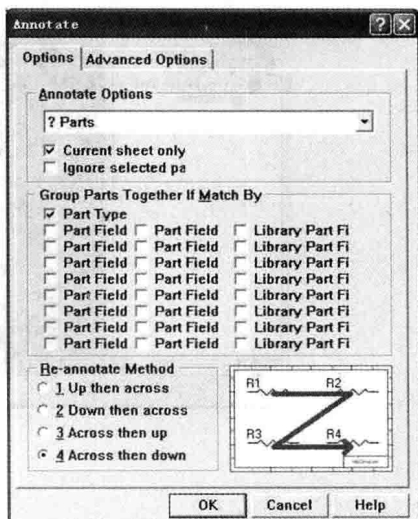

图 1-6 自动标号设置窗口
(7)在电路图编辑器方面(Schematic Editor),增强了元件序号自动标号(Annotate)功能,让元件序号顺序按各图坐标位置编排,然后逐张编排。另外,可直接在图上编辑文字,并可定义多元件芯片(Multi-part Package)的序号字尾(如 U1A 可改为 U1:1)。还有依据电路图自动产生 PCB 元件分类群(Component Group)至电路板编辑器(PCB Editor)。自动标号设置窗口如图 1-6 所示。